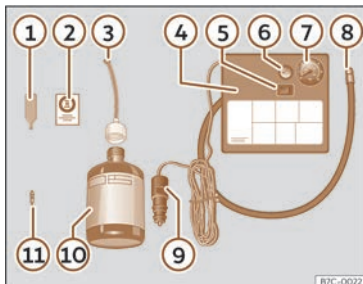

Fig. 232 Representación estándar: contido do kit antipicadas.
O kit antipicadas atópase no compartimento do maleteiro, baixo o revestimento do chan. Inclúe os seguintes compoñentes >>> **fig. 232:**
- Desaparafuse a carapucha e o obús da válvula do pneumático. Use o dispositivo >>> **fig. 232** ① para extraer o obús. Póñao sobre unha superficie limpa.
- Sacuda con forza a botella de illante de pneumáticos >>> **fig. 232** ⑩.
- Enrosque o tubo de inflamento >>> **fig. 232** ③ na botella de illante. O precinto da botella romperá automaticamente.
- Retire o tapón do tubo de carga >>> **fig. 232** ③ e enrosque o extremo aberto do tubo na válvula do pneumático.
- Volva colocar o obús co dispositivo >>> **fig. 232** ① na válvula do pneumático.
- Enrosque o tubo de inflamento do pneumático do compresor >>> **fig. 232** ⑧ na válvula do pneumático.
- Asegúrese de que o parafuso de evacuación de aire estea pechado >>> **fig. 232** ⑥.
- Acople o conector >>> **fig. 232** ⑨ á toma de corrente de 12 voltios do vehículo >>> pág. 253.
- Conecte o compresor de aire con conmutador ON/OFF >>> **fig. 232** ⑤.
- Pegue o adhesivo >>> **fig. 232 ②** no cadro de instrumentos, dentro do campo visual do condutor.
Enrosque de novo o tubo de inflamento >>> **fig. 232 ⑧** e comprobe a presión no manómetro **⑦**.